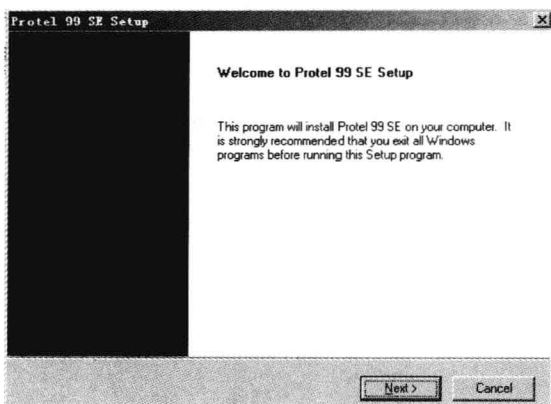

图 1-1 “Welcome to Protel 99 SE Setup” 对话框
1) 安装 Protel 99 SE 软件比较简单,只要按照安装向导一步一步地安装即可。用鼠标双击 Protel 99 SE 安装程序的“setup.exe”文件,启动安装向导,弹出“Welcome to Protel 99 SE Setup”对话框,如图 1-1 所示。